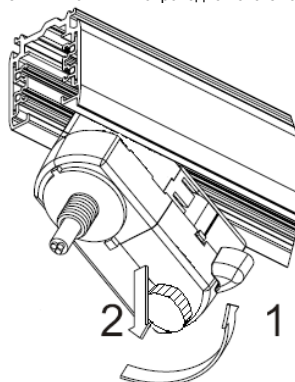

Рис. 4
- 4.6. При демонтаже светильника следует сначала установить диск переключателя в положение 0, затем освободить адаптер путем поворота фиксатора и вытащить его из шинопровода (см. рис. 4).